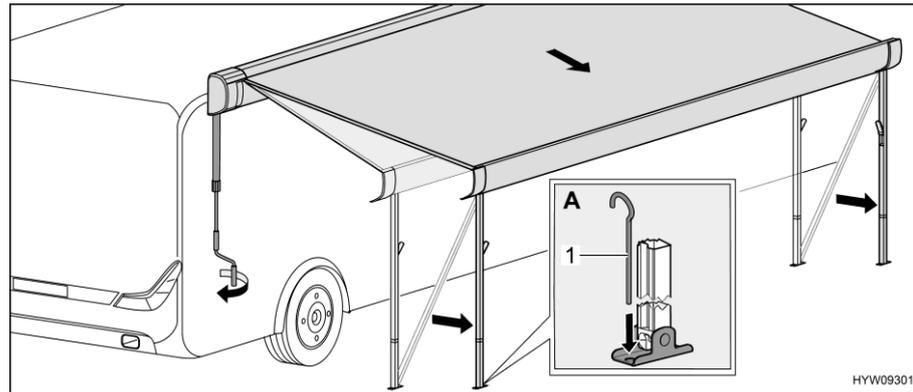

Fig. 34 Collocazione della tenda nella posizione finale
- Servendosi di puntelli (Fig. 34,1), fissare a terra i montanti di supporto (Fig. 34,A).